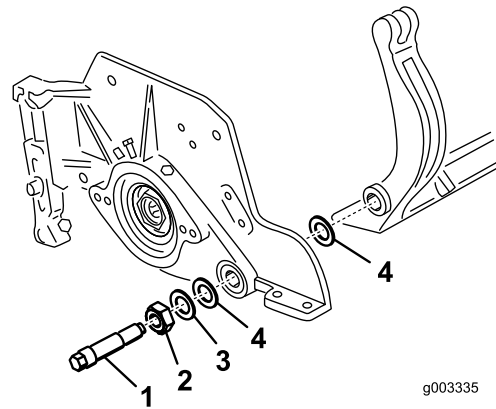

Figura 30
Considerate 2 rondelle in nylon e 1 rondella in acciaio su ciascun lato della barra di appoggio (Figura 30).
3. Collocate una rondella in nylon su ciascun lato della flangia di estremità della piastra laterale. Posizionate una rondella in acciaio all'esterno di ciascuna rondella in nylon (Figura 30).